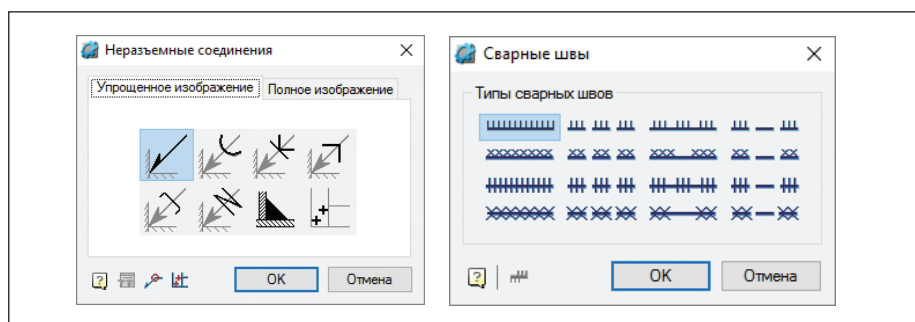

Рис. 6. Окно выбора обозначений неразъемных соединений и сварных швов
- неразъемные соединения. Обозначения сварных швов, сварных катетов, сварных соединений (рис. 6);